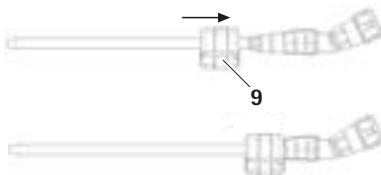

Fig. 3 Bloque de conexión con pinza de bloqueo pulsada
- Mantener pulsada la pinza de bloqueo 9 del bloque de conexión 4 y deslizar éste sobre la pieza de mano para fresa 6, ver Fig. 3.